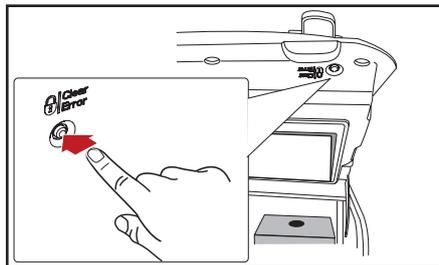

Fig. 5.2 – Bloqueio do equipamento
1. Abra a porta do equipamento e pressione o botão LOCK/CLEAR-ERROR (fig 5.2) para bloquear a interface do equipamento e prevenir acidentalmente o abastecimento de bebidas ou água quente durante a limpeza das partes externas.